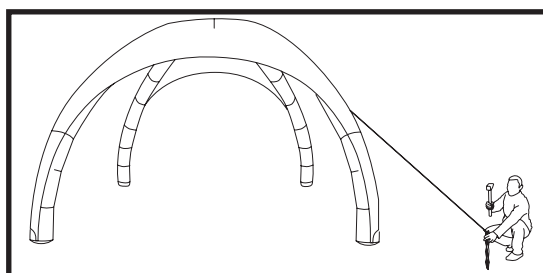

Abb. 6
9. Befestigen Sie das andere Ende des Seils am Schraubhering, spannen Sie das Abspannseil an und schlagen Sie den Schraubhering in den Boden ein. Wiederholen Sie den Vorgang mit allen Seilen (Abb. 6). Sichern Sie das Zelt auf befestigtem Untergrund mit Gewichten.